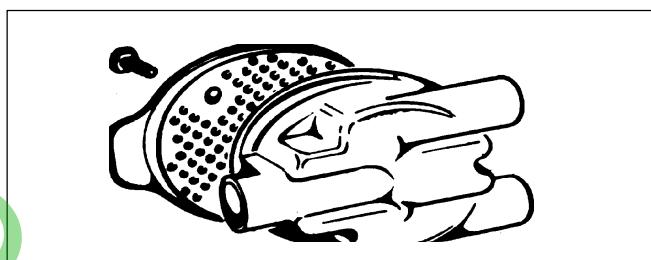

Fig. 4
- Pour le déposer, il faut tout d'abord enlever le groupe couvercle acoustique (Fig. 4).